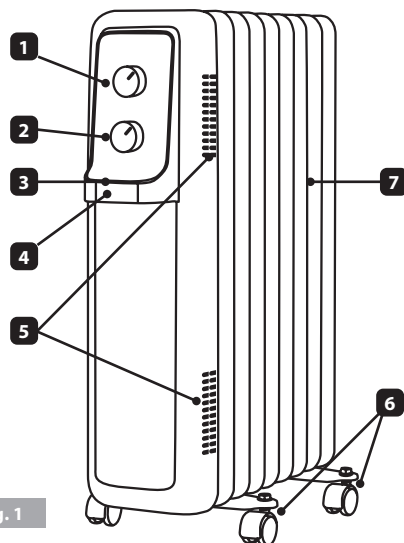

fig. 1
- montez les bases des roulettes métalliques à l'aide des attaches et des écrous – les bases doivent être positionnées comme indiqué sur la **fig. 1**.